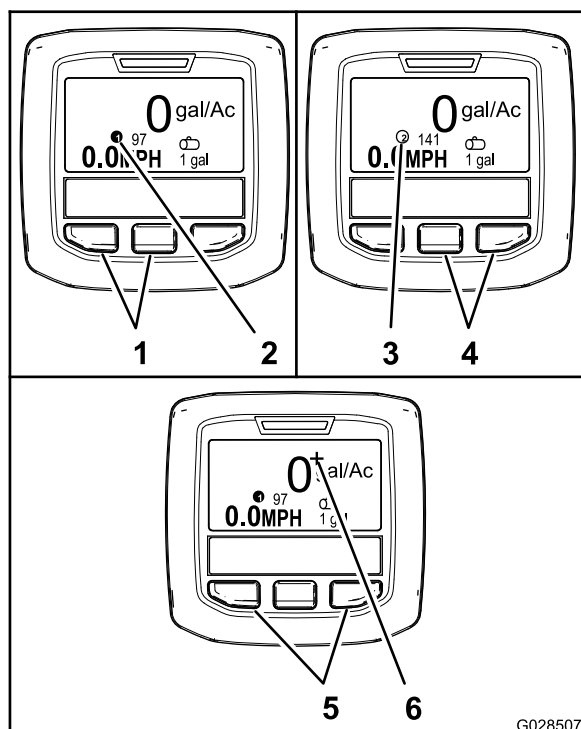

図 66
- 散布レートその1を表示させるには、左側の2つのボタンを押す (図 66)。
- 散布レートその2を表示させるには、右側の2つのボタンを押す (図 66)。
- 散布レートを一時的に変えるには、両側の2つのボタンを押す (図 66)。